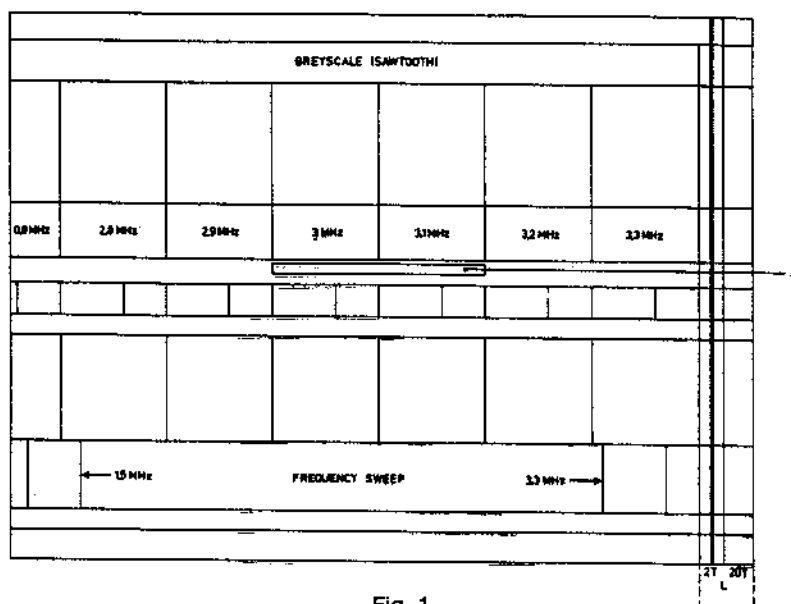

Fig. 1
- 3757 dahin einstellen, dass die Störungen (grober Rausch) in Fläche A (siehe Fig. 1) während des Drop-Out-Prüfsignals gerade verschwinden.